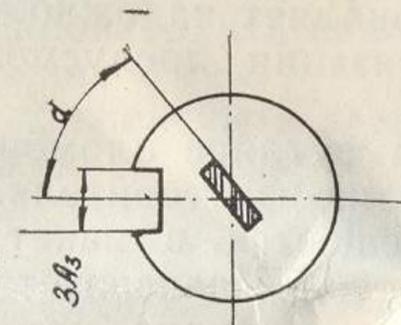

Рис. 2
4.2.3. Конструкция излучателя обеспечивает параллельность боковой грани кристалла диода шпоночному пазу «3Аз» корпуса в пределах угла $\alpha = \pm 2^\circ$ С (рис. 2).